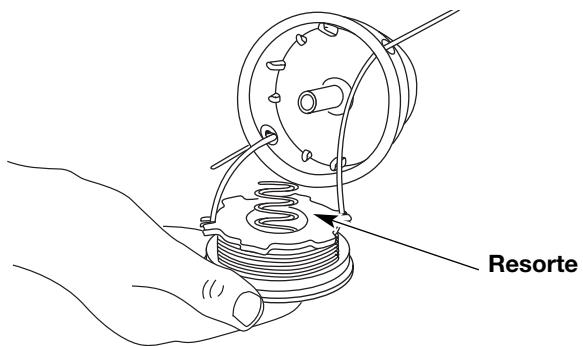

Fig. 23
13. Inserte los extremos de la línea a través de los ojalillos de la bobina exterior y coloque el carrete interior con el resorte dentro de la bobina exterior (Fig. 23). Empuje el carrete interior y la bobina exterior entre sí. Mientras sostiene el carrete interior y la bobina exterior entre sí, tome los extremos y tire con firmeza para soltar la línea de las ranuras de fijación de la bobina.
5. Inserte los extremos de la línea en los ojalillos de la bobina exterior (Fig. 23).